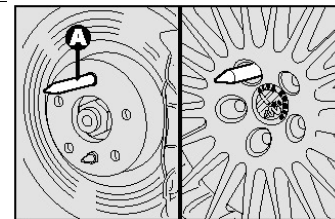

рис.13
- Вверните центровочный стержень **А** – **рис.13** в одно из отверстий ступицы, предназначенных для колесных болтов;
- Выверните центровочный стержень **А** – **рис.13** и вверните на его место последний болт;